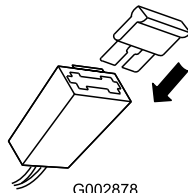

**Figura 27**
1. Desenganche la tapa de la batería y retírela (Figura 27).